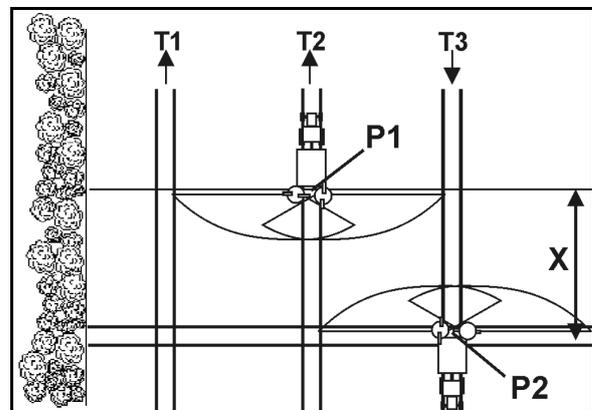

Fig. 86
- Öffnen der Schließschieber nach dem Einfahren in die Fahrgasse am Punkt P1 (Fig. 86), wenn die Streuscheiben die Strecke X von der Fahrgasse des Vorgewendes entfernt sind.
- Schließen des Schiebers vor dem Herausfahren aus der Fahrgasse am Punkt P2 (Fig. 86), wenn sich die Streuscheiben in Höhe der ersten Fahrgasse des Vorgewendes befinden.